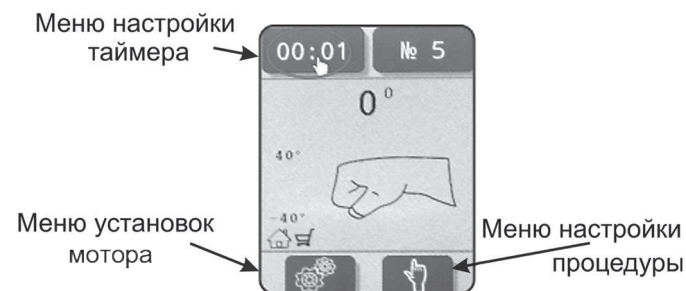

Рисунок 5.4 – Дисплей режима готовности
5.2 Дисплей режима готовности (см. рис. 5.4):
1. Подключите вилку сетевого кабеля (7) в розетку переменного тока 220В 50Гц с заземляющим контактом.
2. Включите Аппарат с помощью выключателя «СЕТЬ» (6). После включения Аппарата слышен звуковой сигнал, на дисплее появляется логотип производителя.
3. По окончании загрузки на дисплее отображается дисплей режима готовности (см. рис. 5.4).
После однократного нажатия любой кнопки Аппарат перейдет в режим «Пауза», о чем сообщит мигающая в зоне В пульта управления иконка . В данном режиме дисплей переходит в состояние и выбор меню (см. рис. 5.4): иконки панели становятся активными и появляется возможность оперативно изменить (скорректировать) режим работы аппарата.